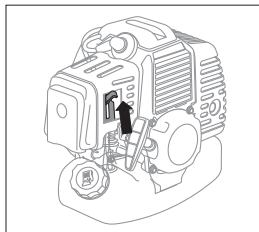

рис. 9
4. Переведите рычаг воздушной заслонки в верхнее положение - I/ «Закрыто» (рис. 9).
7. Переведите рычаг воздушной заслонки (рис. 9) в среднее положение.